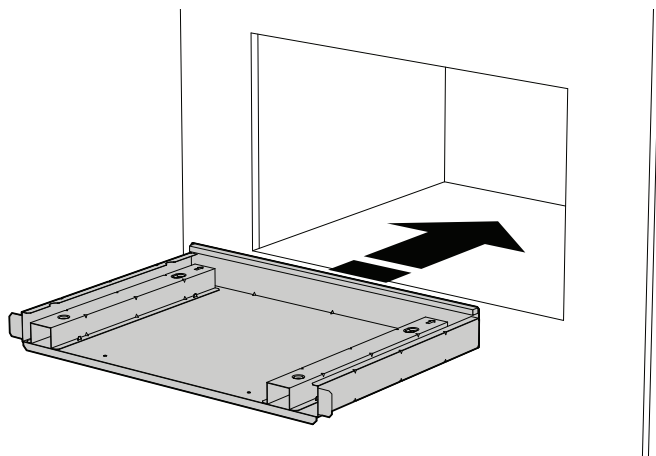

Ilustración 2
1. Coloque el ducto inferior en la abertura y céntrelo. Cuando el conjunto de ducto inferior esté colocado correctamente en la abertura, las bridas quedarán firmes contra el borde inferior de la abertura. Vea la ilustración 2.